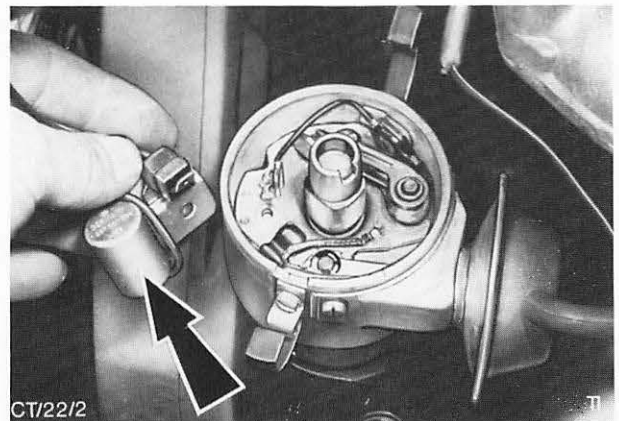

Abb. 26 Ausbau des Kondensators
4. Kondensator entfernen. Abb. 26.